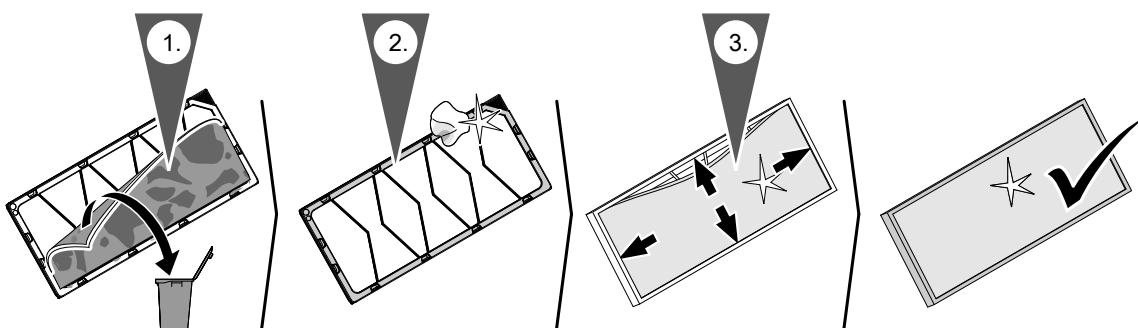

Abb. 15
- Bei Grobfiltrern G4 (= ISO Coarse 60 %) nur das Filtervlies im Filterrahmen austauschen, siehe Abb. 15.